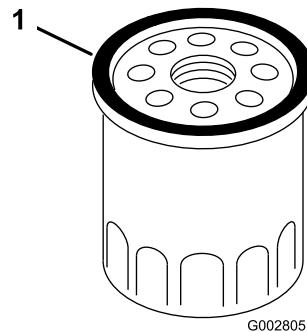

Figura 28
- Usando el dedo, unte la junta del filtro nuevo con aceite (Figura 28).